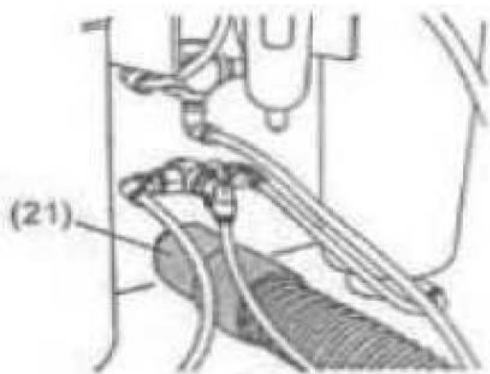

Рис. 2
- Подсоедините установку с помощью патрубка, к внешнему вытяжному устройству (вытяжке, вытяжному шкафу, пылесосу и т.д) – рис.2.